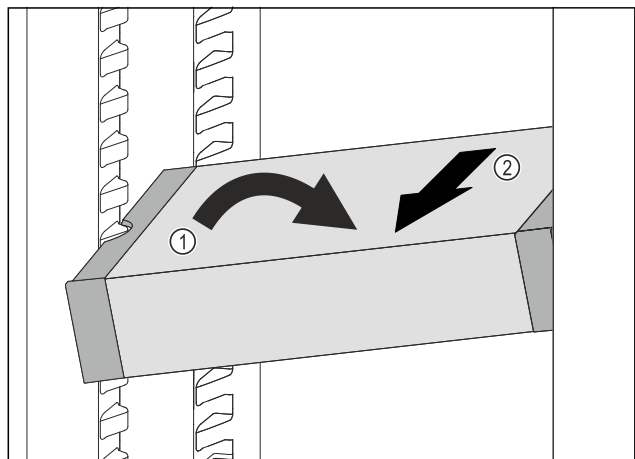

Fig. 111
- ▶ Coloque el VarioSafe en el compartimento del frigorífico en posición oblicua. Fig. 111 (1)
- ▶ Extraiga el VarioSafe hacia delante. Fig. 111 (2)